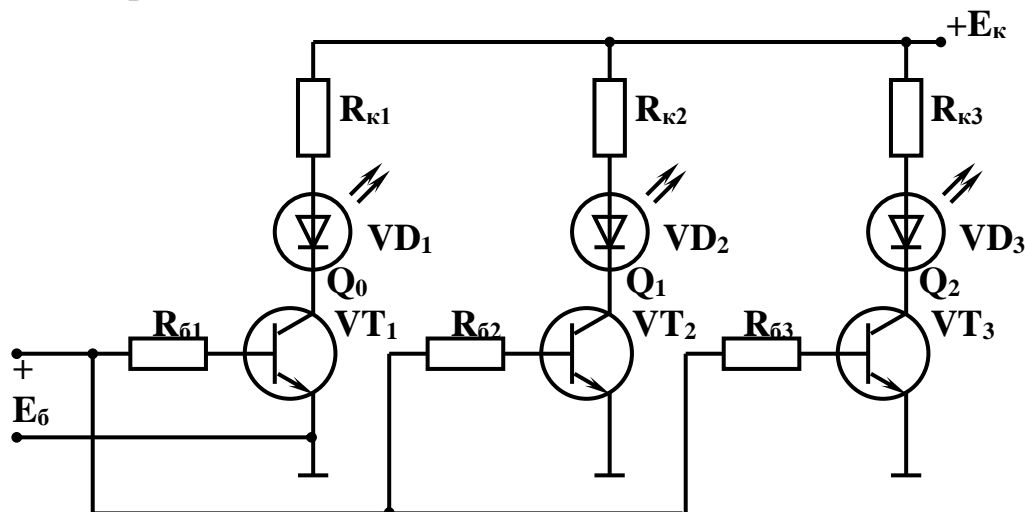

Рисунок 1. Аналого-цифровой преобразователь
1. Собираем электрическую схему цепи (рисунок 1) и предъявляем ее для проверки преподавателю. Используем транзисторы типа КТ315А и светодиоды типа АЛ102А.